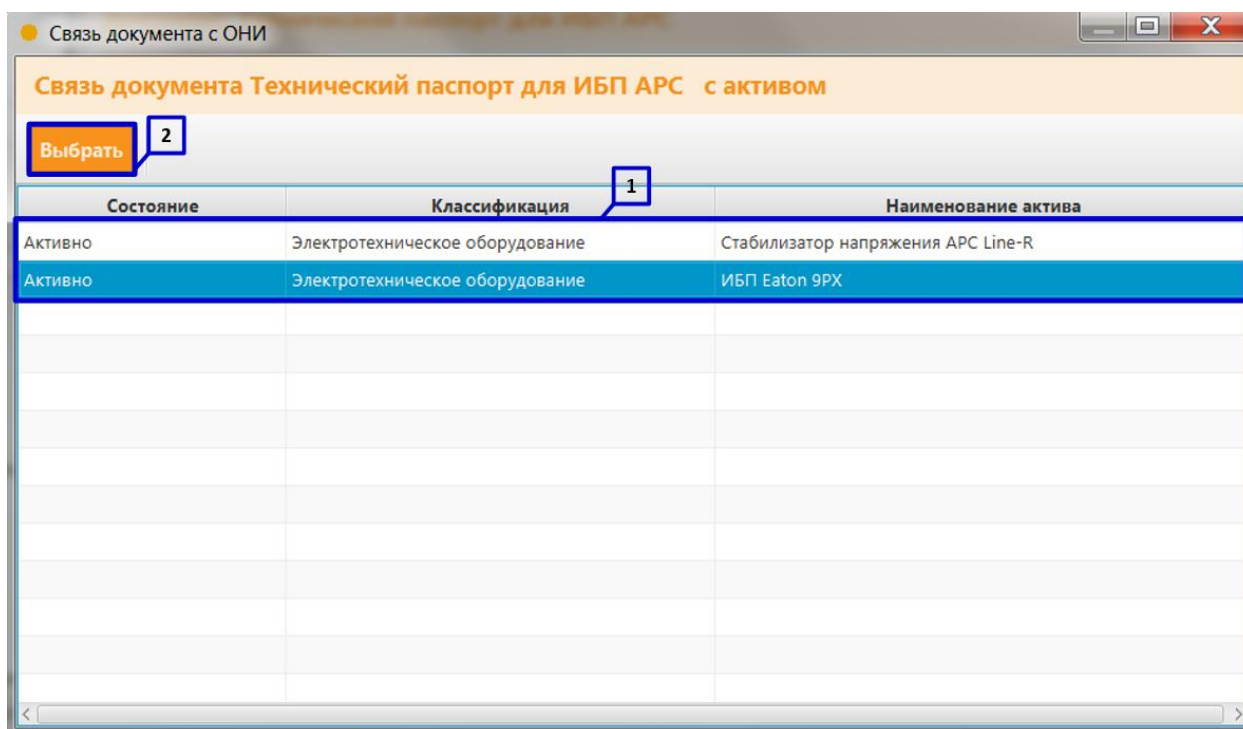

Рисунок 55. Установление связи между документом и активом вкладка «Связанные активы» (Часть 2)
17. Из появившегося списка выберите активы, связанные с документом (**Рисунок 55 пункт 1**);
18. Нажмите на клавишу «Выбрать» (**Рисунок 55 пункт 2**);